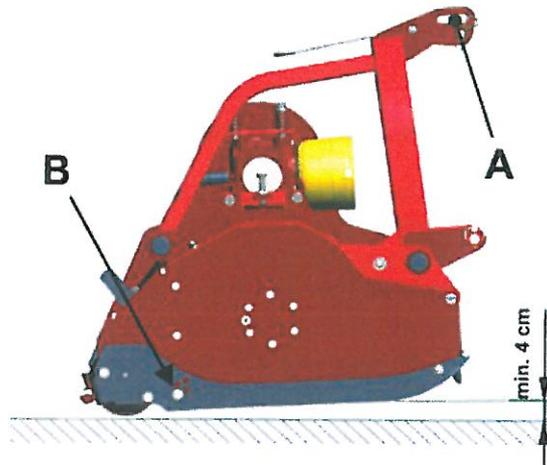

Bild 11: Arbeitslage des Mulchers
Der Mulcher muss während der Arbeit in der waagerechten Position sein (siehe Bild 11). Er muss auf der Stützrolle stehen. Obere Stützstange des Dreipunktsystems des Schleppers muss in der Mitte des oberen Anbaus des Mulchers sein (A). Die empfohlene Arbeitshöhe ist 3,5 bis 6,9 cm. Sie stellen sie so ein, dass Sie auf der linken und rechten Mulcherseite die Schraube B (Bild 11) und die Walze auf die gewünschte Position heben oder senken. Überprüfen Sie, dass beide Schrauben für Regulation der Höhe (an linke und an rechte Seite des Mulchers) an gleiche Position sind. Schrauben Sie die Schraube B danach fest.